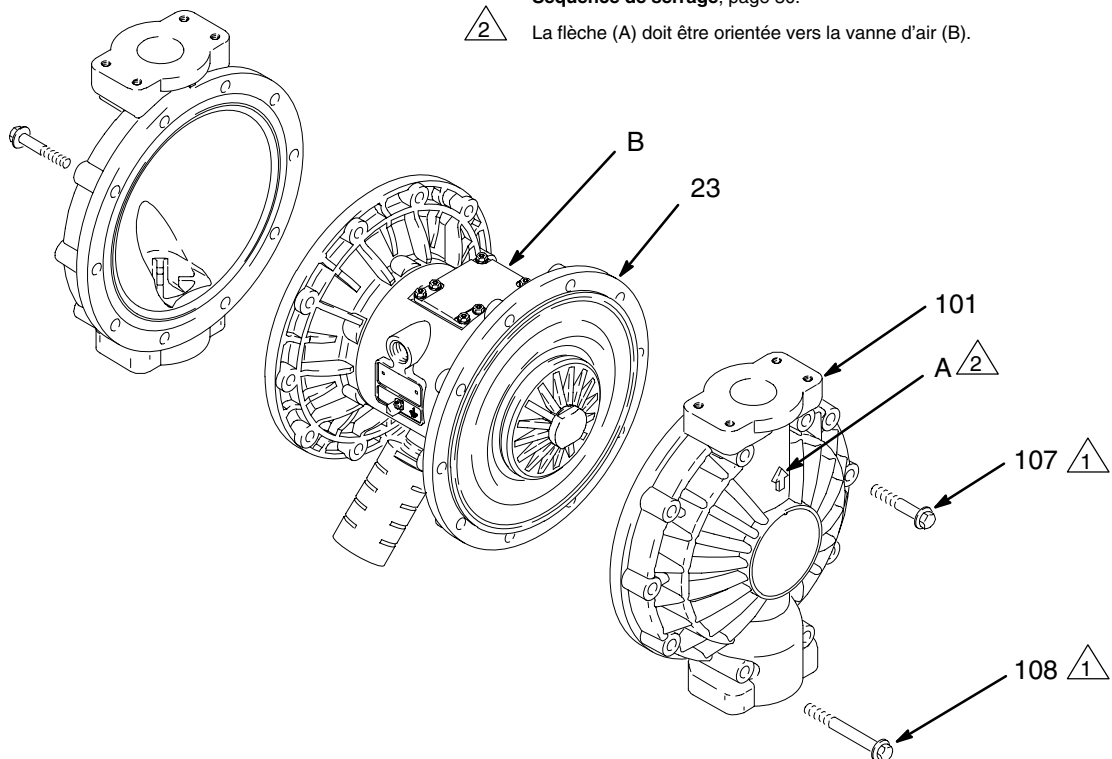

Fig. 12
3. À l'aide de clés à douille de 13 mm, retirez les vis (107 et 108) maintenant les capots à fluide (101) sur les capots à air (23). Retirez les capots à fluide (101) de la pompe. Consultez la Fig. 12.
-  Serrez au couple les huit vis longues (108) en premier, puis les vis courtes (107). Serrez à un couple de 22–25 N•m. Consultez la section **Séquence de serrage**, page 30.
-  La flèche (A) doit être orientée vers la vanne d'air (B).
4. Appliquez du Loctite® de force moyenne (bleu) ou un produit équivalent sur les filetages des plateaux côté fluide (105). Maintenez un des plateaux extérieurs (105) à l'aide d'une clé et serrez l'autre plateau extérieur à un couple de 18,1–22,6 N•m à 100 tr/min maximum. Ne serrez pas au-delà du couple indiqué.
5. Alignez les capots à fluide (101) et le boîtier central (1) de sorte que les flèches (A) sur les capots soient orientées dans la même direction que la vanne d'air (B). Fixez les capots avec les vis (107 et 108) et serrez à la main. Installez les plus longues vis (108) dans les orifices en haut et en bas des capots. Consultez la Fig. 12.
6. Serrez d'abord les plus longues vis (108), uniformément et en diagonale, à un couple de 14,7–16,9 N•m, à l'aide d'une clé à douille de 13 mm. Serrez ensuite au couple les vis plus courtes (107). Consultez la section **Séquence de serrage**, page 30.